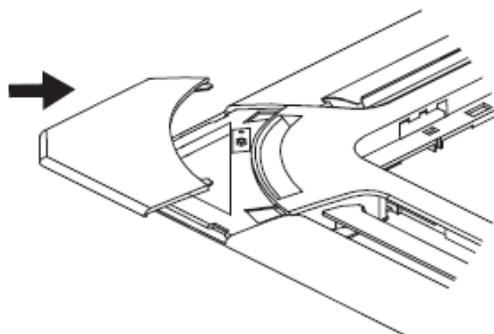

Fig. 10.6
6. Strângeți capacele de instalare în toate cele patru colțuri împingându-le spre interior. (Vezi Fig.10.6)